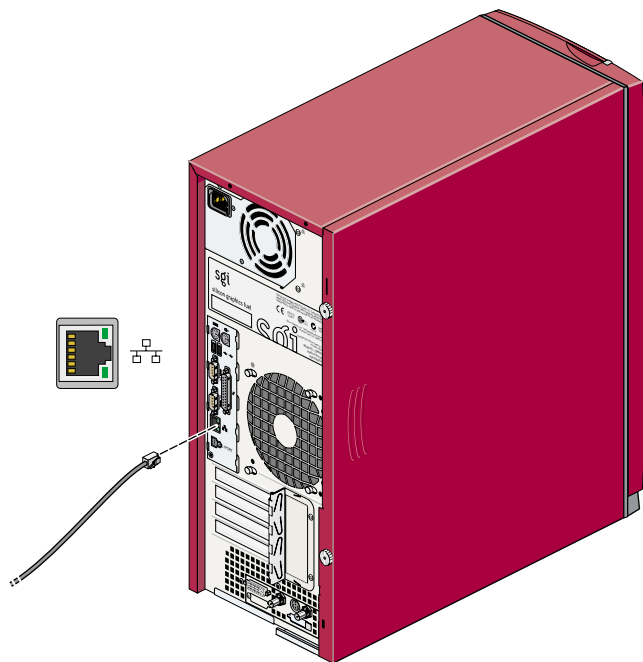

図 1-6 Ethernet ケーブルの接続
2. 図 1-6 に示すように、Ethernet ケーブルを Ethernet ポートに接続します。